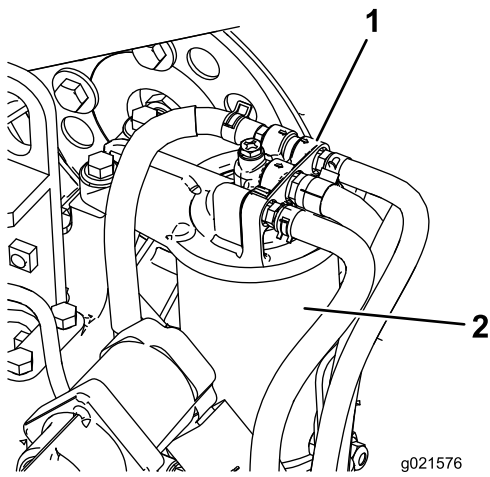

Figura 75
1. Limpie la zona alrededor del cabezal del filtro de combustible (Figura 75).
2. Retire el filtro y limpie la superficie de montaje del cabezal del filtro (Figura 75).